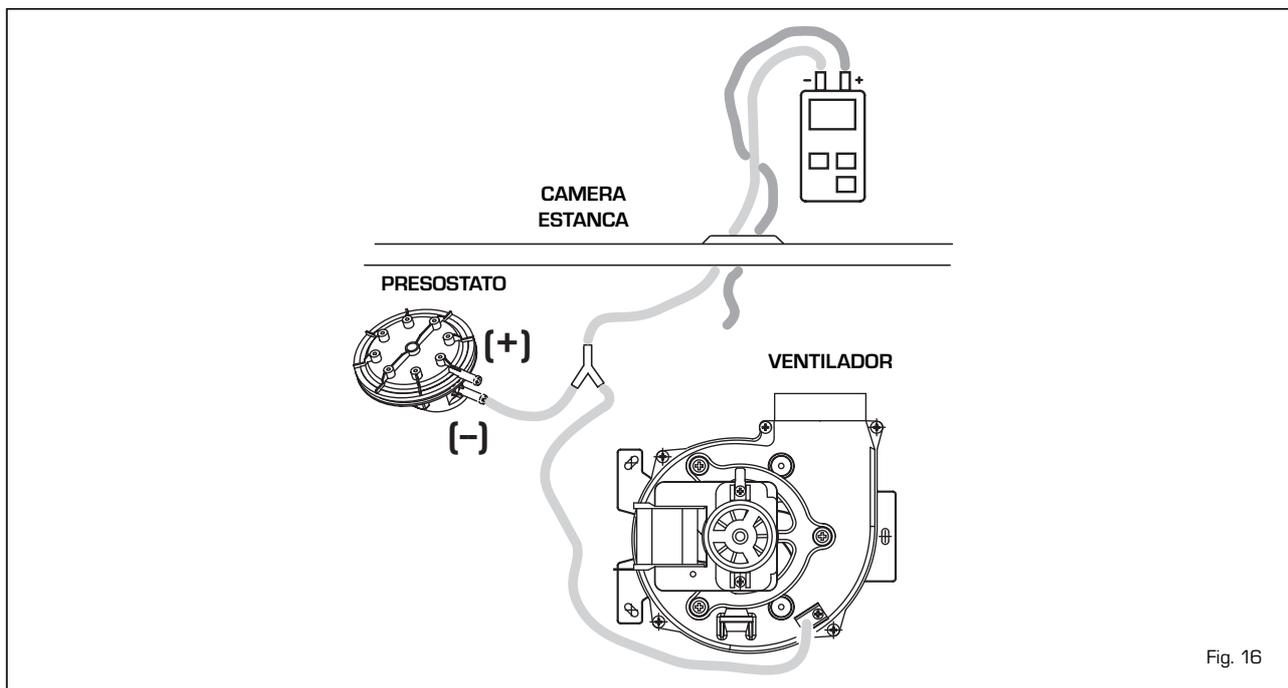

Fig. 16
3.5 PRESOSTATO DE HUMOS "25 BF" (fig. 16)
El valor de señal al presóstato se mide con un manómetro diferencial conectado como se indica en la fig 16.